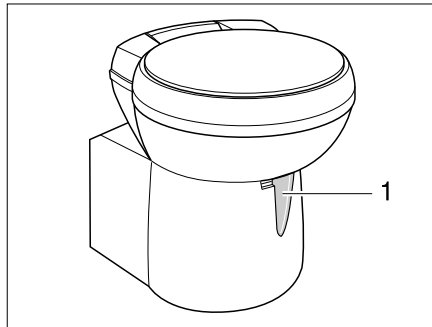

Fig. 367 Cuvette Thetford, orientable
- Avant d'actionner la chasse d'eau, ouvrir le curseur des toilettes Thetford. Pousser pour cela le levier du curseur (Fig. 367,1) dans le sens inverse des aiguilles d'une montre.
- Pousser le levier du curseur (Fig. 367,1) dans le sens des aiguilles d'une montre. Le curseur se ferme. Pour la vidange il **faut** que le curseur des toilettes Thetford soit fermé.